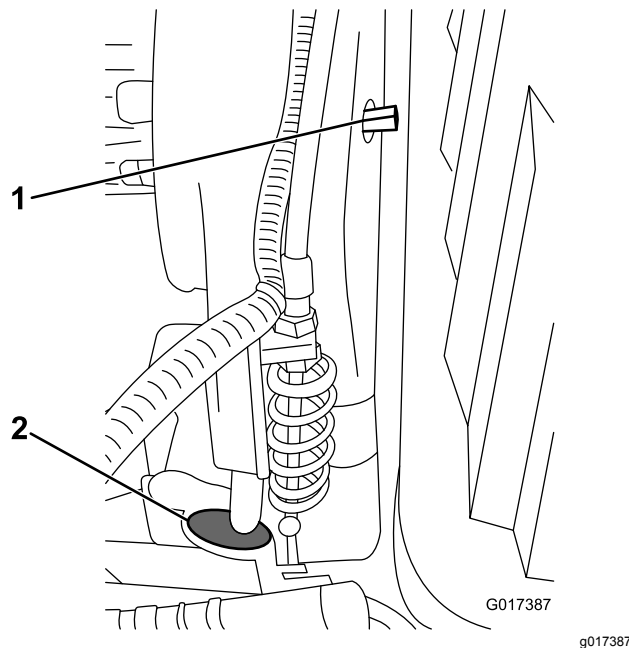
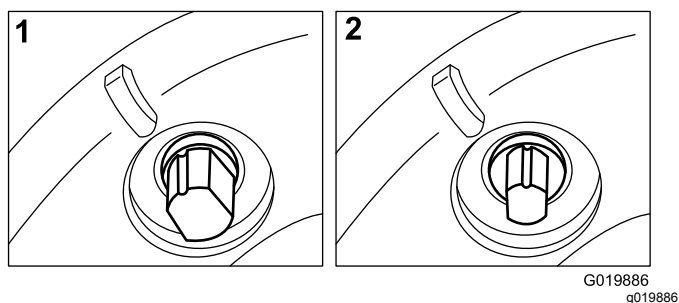

Figura 47
Figura 48
Retire a tampa de borracha (Figura 47) do orifício na parte da frente da transmissão, se for necessário aceder à embraiagem.
A correia de transmissão é apertada por uma polia intermédia da mola. Se a tensão da correia tiver de ser engatada/desengatada, utilize uma chave de aperto de 10 mm para rodar o eixo de engate/desengate (Figura 47) para a posição desejada. Rodar o eixo 1/4 de volta no sentido dos ponteiros do relógio irá desengatar a polia da correia (Figura 48).
**Nota:** Retire a tampa de borracha (Figura 47) do furo na parte da frente da transmissão para ver a embraiagem do cilindro.